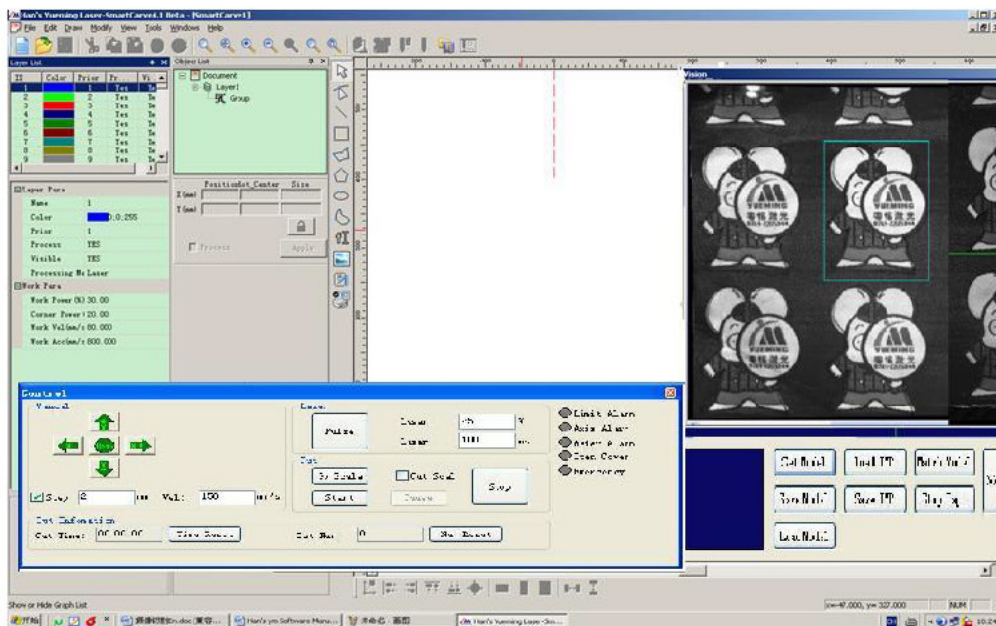

Fig. 4-3
- B. Arraste a caixa retangular azul para a imagem modelo, e ajuste o tamanho para cobrir o modelo, como na Fig. 4-3: